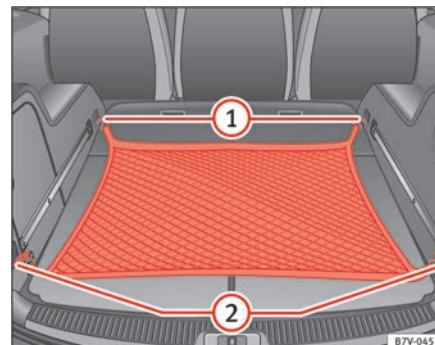

Fig. 100 No porta-bagagens: rede para bagagem pendurada.
- Enganche a rede para bagagem nas argolas de fixação ⇒ Fig. 100 ① e ②.